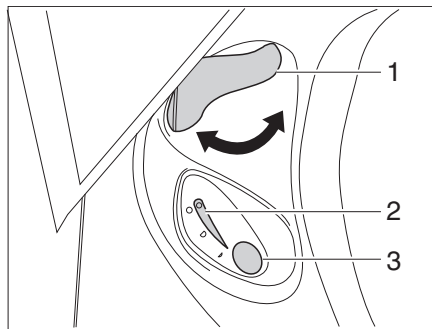

Fig. 154 Unité de commande des toilettes Thetford
- Avant d'actionner la chasse d'eau, ouvrir le curseur des toilettes Thetford. Tourner pour cela le levier du curseur (Fig. 154,1) dans le sens inverse des aiguilles d'une montre.
- Pour actionner la chasse d'eau, appuyer sur le bouton bleu (Fig. 154,3).
- Après avoir actionné la chasse d'eau, fermer le curseur. Tourner le levier du curseur (Fig. 154,1) dans le sens des aiguilles d'une montre.
Le voyant de contrôle (Fig. 154,2) s'allume lorsque la cassette Thetford doit être vidée.
- Tourner le levier du curseur (Fig. 154,1) dans le sens des aiguilles d'une montre. Le curseur se ferme. Pour la vidange il **faudrait** que le curseur des toilettes Thetford soit fermé.